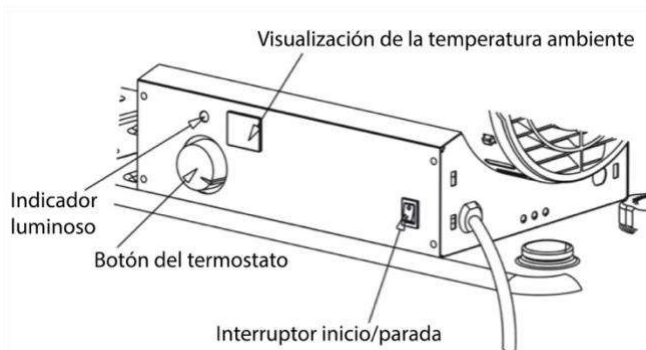

Figura 5. Panel de control
4. Gire el botón de control del termostato para tener la temperatura deseada. El rango de ajuste va de 5°C a 45°C. Coloque el interruptor de encendido/apagado en posición «ON» (véase figura 5). El indicador luminoso de alimentación y la pantalla de la temperatura ambiente se enciende y el dispositivo arranca.